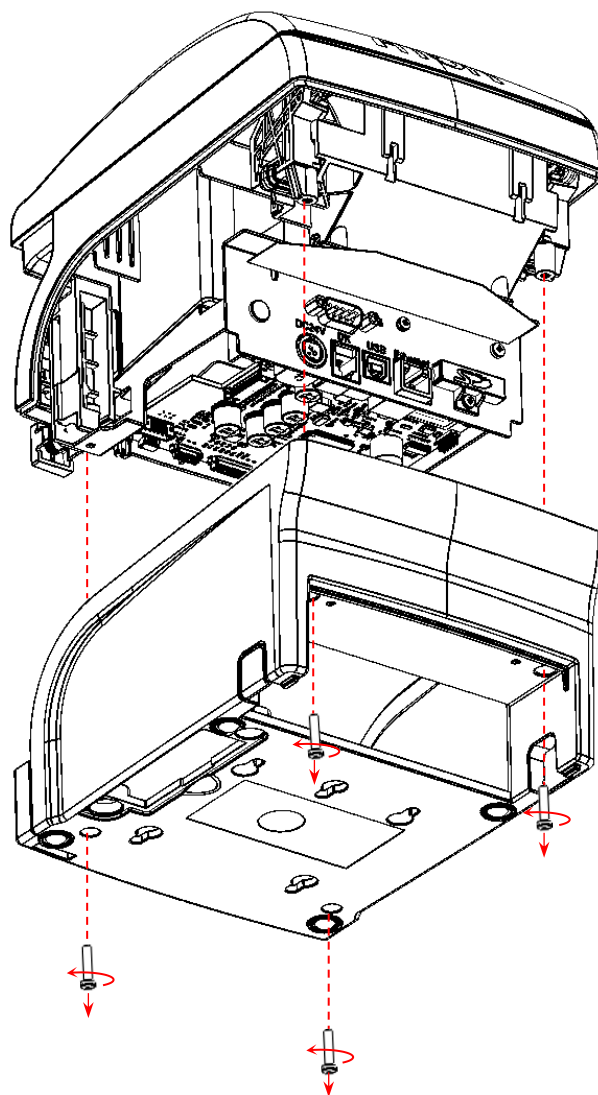

Рисунок 16. Отделение нижней части корпуса
- 17** Установить верхнюю часть корпуса на нижнюю часть, зафиксировать винтами (см. рисунок 16).